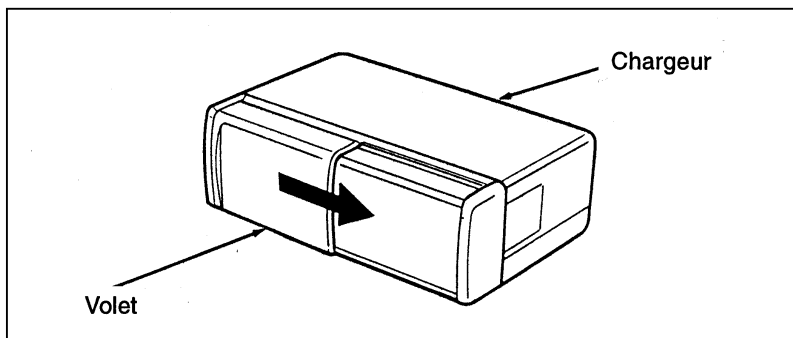

Figure 1
1. Ouvrez le chargeur de disques compacts en faisant coulisser le volet vers l'arrière (figure 1).